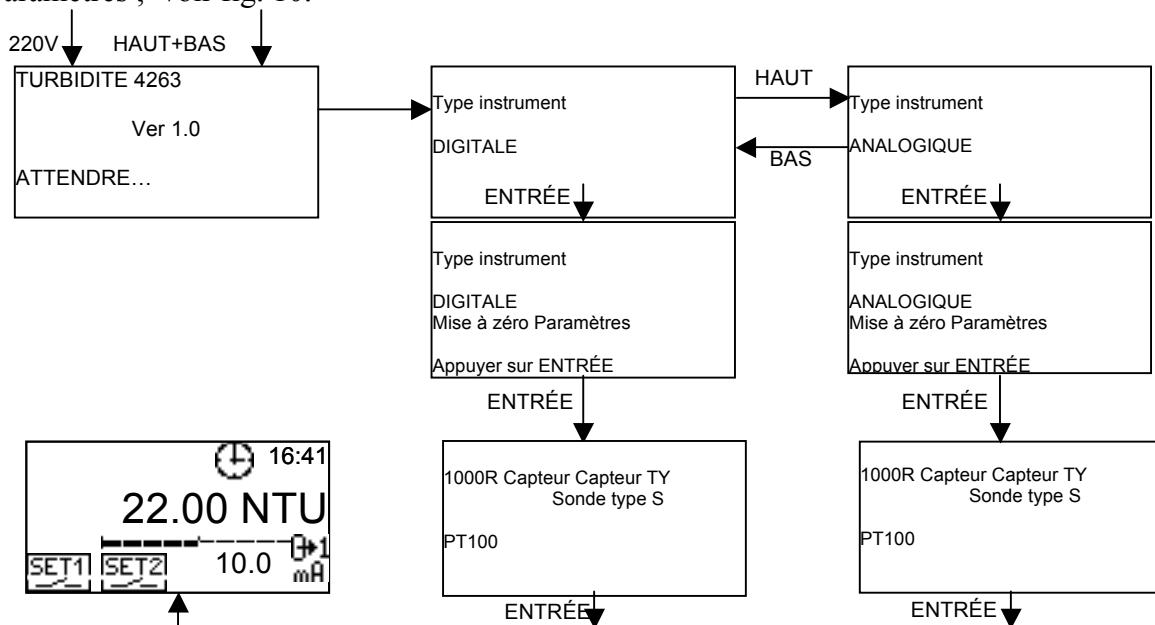

Figure 13 – Flèches de sélection de la Fonction Editing de l'Instrument
L'on peut programmer des Temps négatifs ou positifs de ON et de OFF. (fig. 13)
*Ex. Temps ON: -5 sec, Temps OFF -10 sec.* (fig. 13.a)
*Ex. Temps ON: 5 sec, Temps OFF 10 sec.* (fig. 13.b)